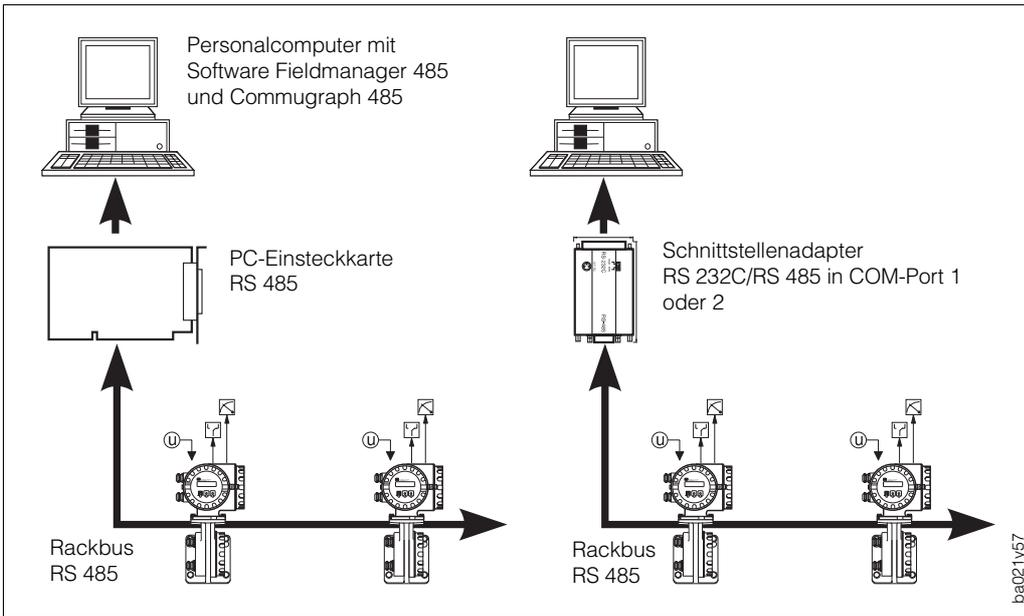

Abb. 38
- direkter Anschluß der Meßumformer an einen Personalcomputer über eine Schnittstellenkarte RS 485 oder einen Schnittstellenadapter RS 232C/RS 485 (s. Abb. 38)